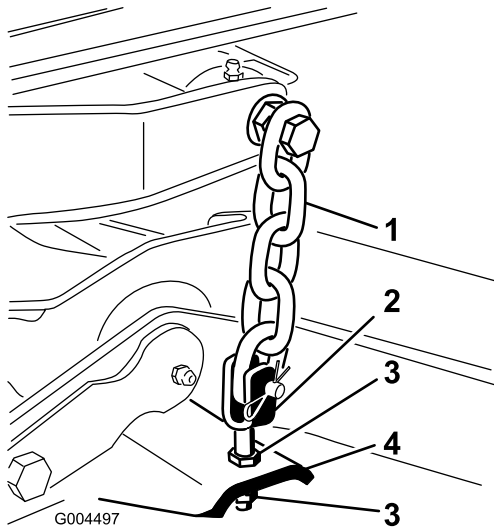

Figure 5
8. Ajustez les écrous de blocage qui fixent les chapes/chaînes au plateau de coupe jusqu'à ce que le plateau de coupe soit de niveau (Figure 5).
7. Ajustez les écrous de blocage qui fixent les chapes/chaînes au plateau de coupe (Figure 5) pour élever l'arrière du plateau de coupe de sorte à obtenir une inclinaison de la lame de 8 à 11 mm.